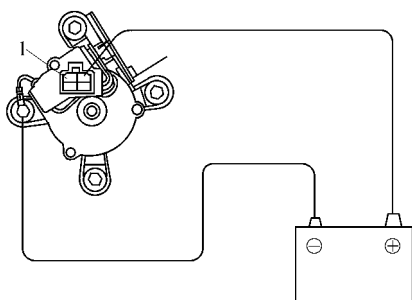

图 18-101 检查前电动机在高速下运转
2) 检查前电动机在高速下运转, 如图 18-101 所示。将正极(+)导线从蓄电池连接到端子 1, 负极(-)导线连接到电动机壳体上, 检查电动机是否在高速下运转。